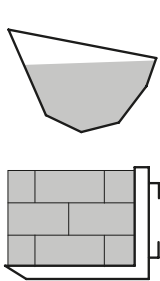

Fig. 1
- Die maximale Füllhöhe des Werkzeugs darf im Fall von Schüttgut die niedrigste Wand, im Fall von Einzelstücken die Höhe der Rückwand, nicht überschreiten [siehe Abb. 1].